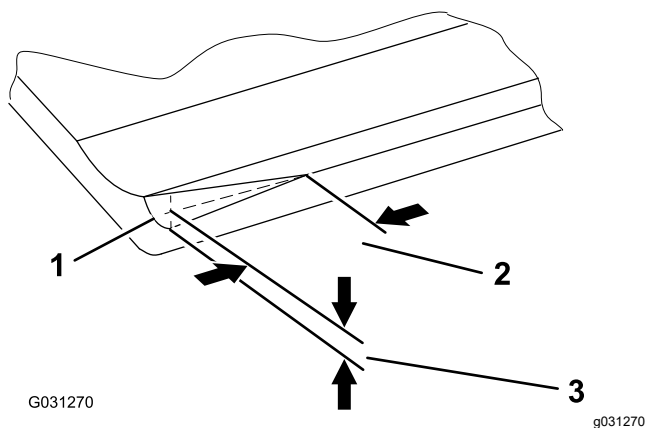

Figura 9
**Notă:** În timp, va trebui să ascuiți teitura (Figura 9), deoarece este concepută să reziste 40% din durata de viață a contracuitului.